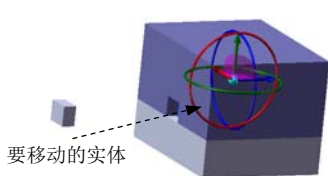

图 10.6.15 选取要移动的实体
Step2. 选取移动的实体。选取图 10.6.15 所示的型腔作为要移动的实体。